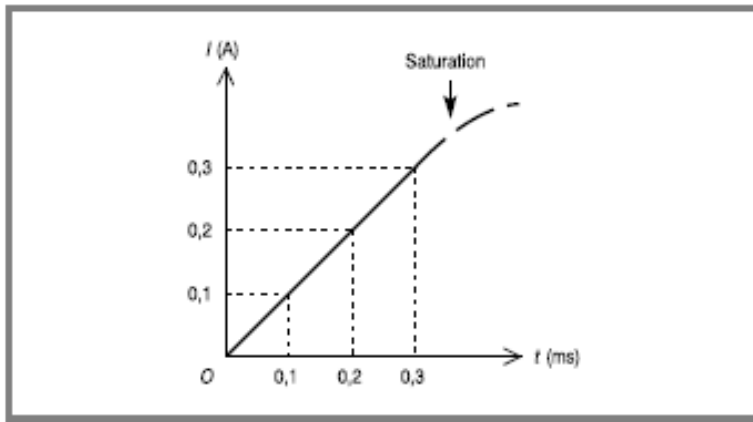

Figure 3.7 - Établissement du courant dans une bobine soumise à une tension constante.
- Cette loi de variation n'est toutefois valable que tant que la bobine n'est pas saturée. Les variations du courant I en fonction du temps t sont représentées par un segment de droite (figure 3.7)